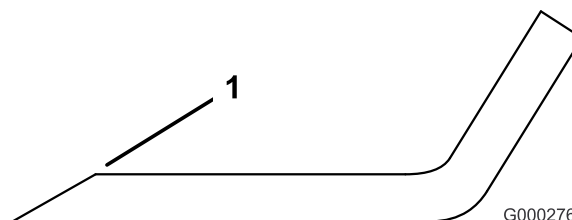

Figure 23
3. Examinez les tranchants de toutes les lames et affûtez-les s'ils sont émoussés ou ébréchés. N'affûtez que le haut du tranchant et conservez l'angle de coupe d'origine pour obtenir une coupe nette (Figure 23). Limez la même quantité de métal sur chacun des deux tranchants pour ne pas déséquilibrer la lame.